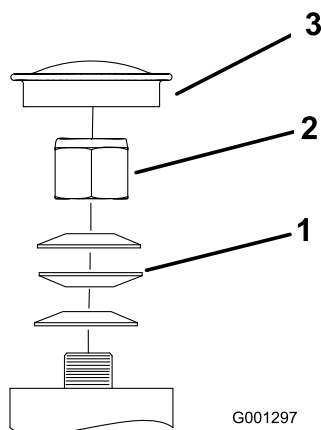

Bild 46
3. Entfernen Sie den Staubdeckel vom Laufrad und ziehen Sie die Sicherungsmutter an (Bild 46).
4. Ziehen Sie die Sicherungsmutter so weit fest, dass die Federscheiben flach liegen und schrauben dann um 1/4 Umdrehung zurück, um die Lager richtig vorzuspannen (Bild 46).
Wichtig: Achten Sie darauf, dass die Federscheiben korrekt wie in Bild 46 dargestellt eingesetzt sind.
5. Setzen Sie den Staubdeckel ein (Bild 46).